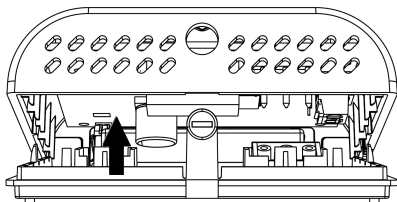

Fig. 3
- 2 Girar la tapa ejercitando una ligera presión hasta extraerla completamente (Fig. 3).